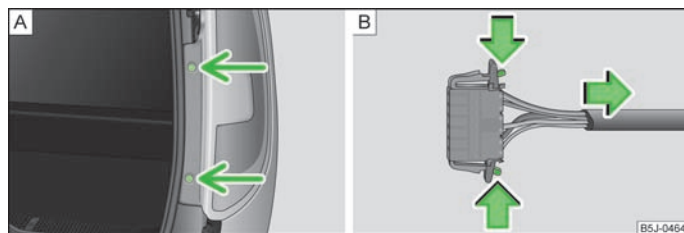

Fig. 151 Desmontar la luz posterior/separar el conector
- Desenroscar la lámpara » fig. 151 - [A].
- Desconectar el conector » fig. 151 - [B].